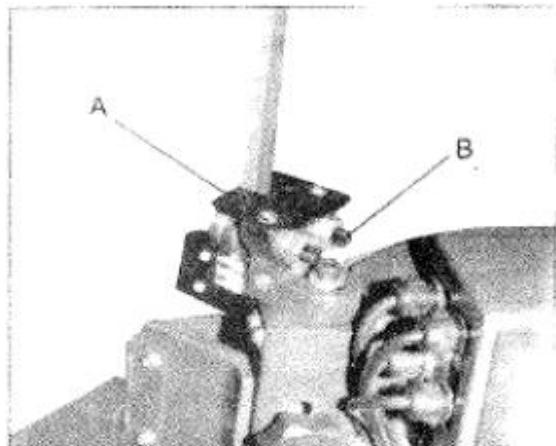

Рис. 14
3. Открутить винт (A на рис. 14) и настроить узел так, чтобы роликовый подшипник был на расстоянии 0,08 мм ~ 0,12 мм от задней стороны полотна.